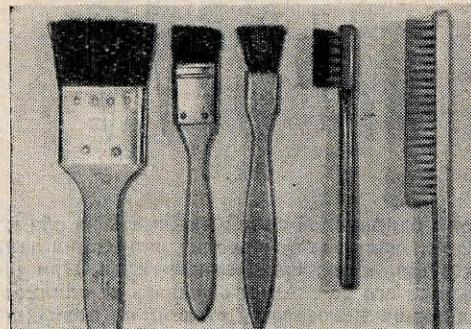

Рис. 4
**Щетки и кисти.** Надо иметь несколько щеток и кистей (рис. 4). Одни служат для очистки деталей от пыли и грязи в сухом состоянии, другие — для очистки деталей после промывки в керосине, бензине и в других растворах. Щетки, предназначенные для сухой очистки, не следует применять там, где механизмы еще не просохли от промывки бензином или смазаны маслом. Хранить щетки надо в отдельной коробке, оберегая их от пыли, и время от времени промывать в чистом бензине. Щетки, которые предназначены для увлажненной очистки, ни в коем случае нельзя употреблять для сухой очистки.